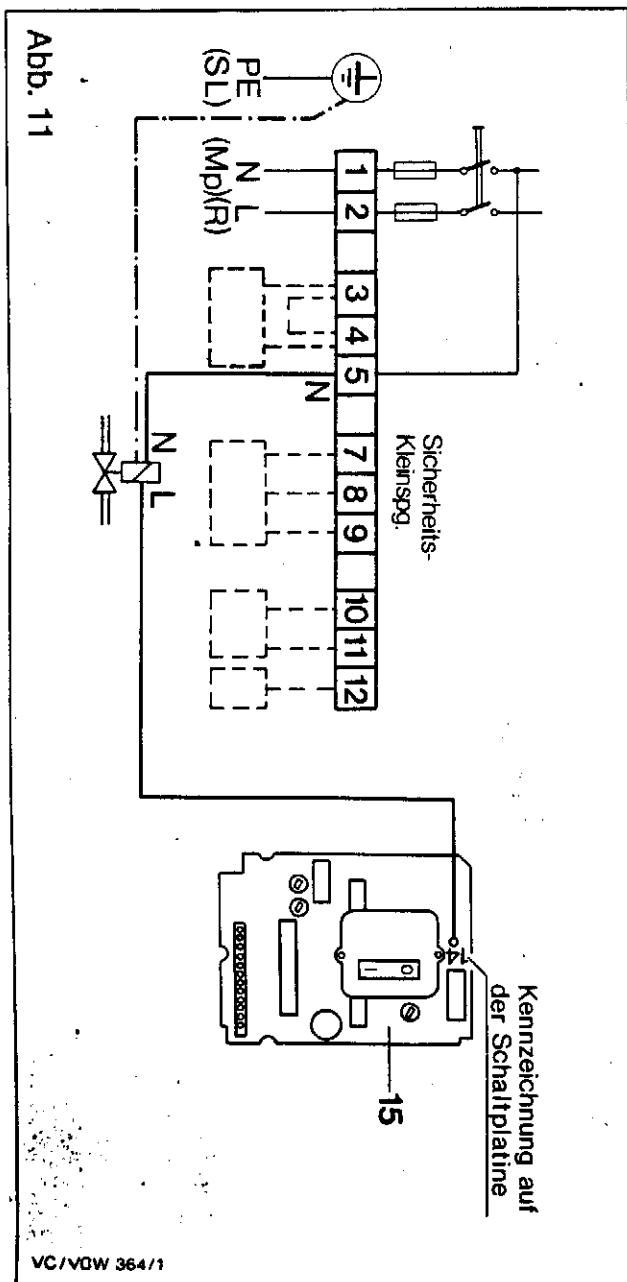

Abb. 11
- Отвинтить винт (8) на крыльце щитка.
- Отвинтить накидную гайку кнопки разблокировки (10).
- Вывинтить винт (9) на платине выключателей.
- Аккуратно потянуть вперед крыльцу щитка переключений (7) и поднять ее вверх.
- Вывинтить два винта (16) на обратной стороне платы (15) и вынуть плату из щитка.
- Теперь обеспечен доступ к штекерному штифту - маркировка 14 - на лицевой стороне платы (15) для подключения. Расположение штекерного штифта на плате см. на рис. 11.